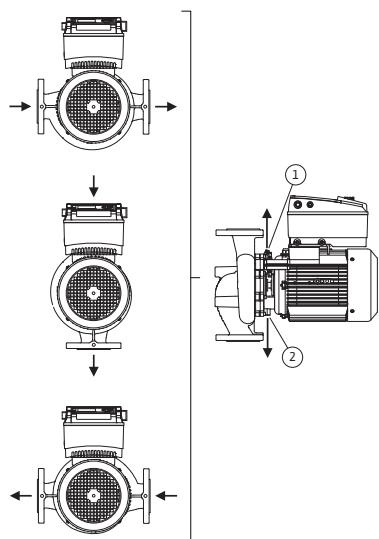

Fig. 18: Posizioni di montaggio ammesse con albero del motore orizzontale
Le posizioni di montaggio ammesse con albero del motore orizzontale e modulo elettronico verso l'alto (0°) sono illustrate nella fig. 18. Non sono raffigurate le posizioni di montaggio ammesse con modulo elettronico montato lateralmente ($+/- 90^\circ$). Sono consentite tutte le posizioni di montaggio tranne “modulo elettronico verso il basso” (-180°). Lo sfiato della pompa è garantito solo se la valvola di sfiato è rivolta verso l'alto (fig. 18, pos. 1).
Solo in questa posizione (0°) il condensato formatosi può defluire attraverso il foro presente, lanterna della pompa e motore (fig. 18, pos. 2).
- Con albero del motore orizzontale è necessario che il foro di condensa sia rivolto verso il basso (fig. 18, pos.2). Eventualmente il motore deve essere ruotato corrispondentemente.